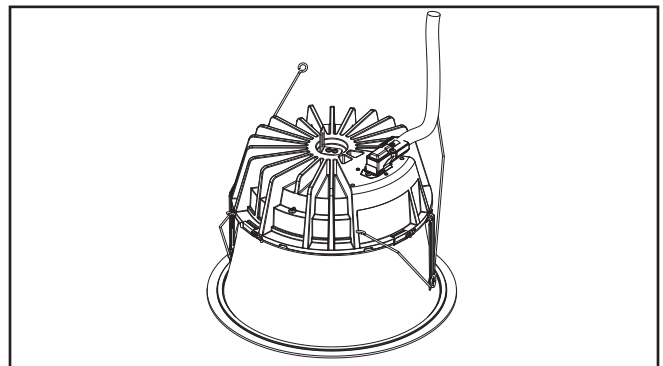

Figura 6.
3. Alinea correctamente el conector como se muestra en (Figura 6). Conecta la desconexión rápida de la luminaria al módulo